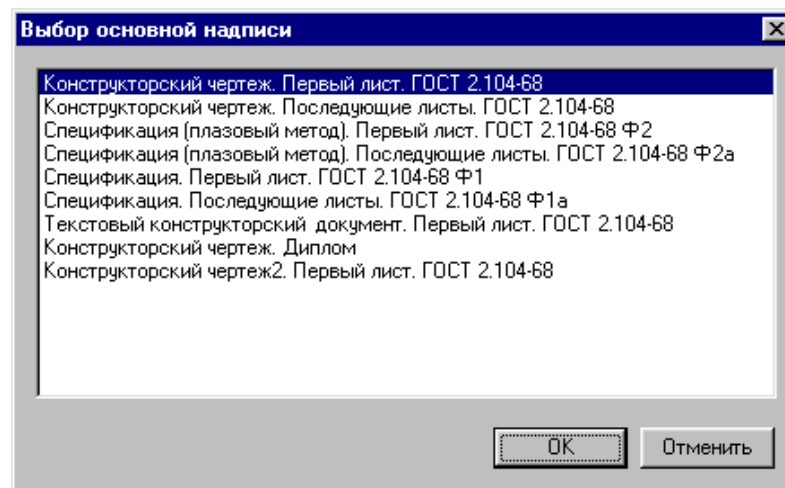
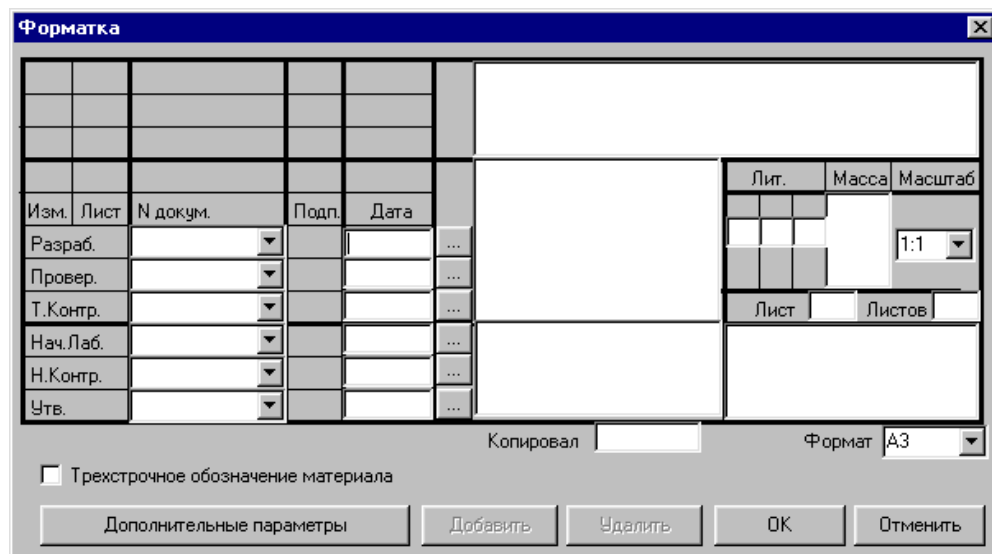

Рис. 1.36
Рис. 1.37
20. Создать основную надпись на чертеже. Выберите команду «Оформление|Основная надпись|Создать». На чертеже должно появиться окно для ввода содержания технических требований (рис. 1.36). Выберите в этом окне тип основной надписи и нажмите кнопку <ОК>. После этого на чертеж будет нанесена основная надпись, а на экране появится диалоговое окно «Форматка» (рис. 1.37) для ввода содержания чертежного штампа.